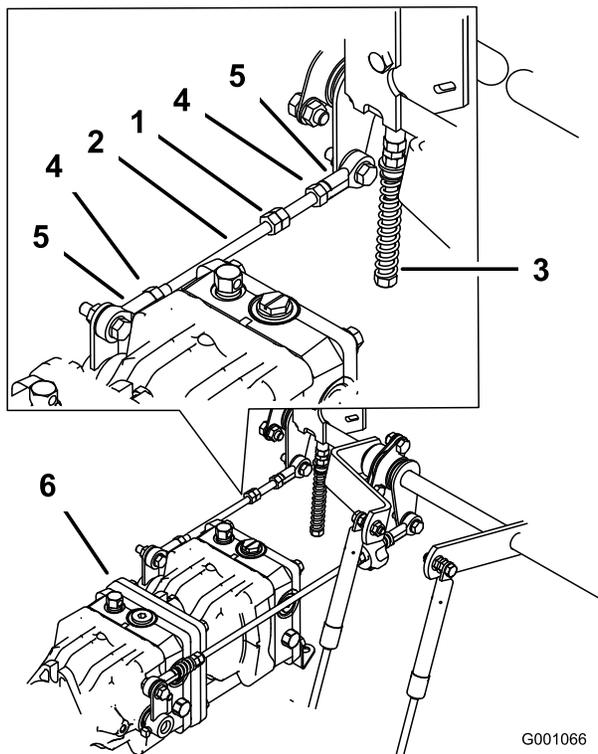

Figura 79
1. Allentate i dadi di bloccaggio ai giunti a sfera dell'asta di comando della pompa (Figura 79).
3. Regolate la lunghezza dell'asta della pompa facendo girare nella direzione opportuna i due dadi sull'asta, finché la ruota si ferma o si sposta leggermente indietro (Figura 79).
- Serrate i dadi di bloccaggio dei giunti a sfera (Figura 79).